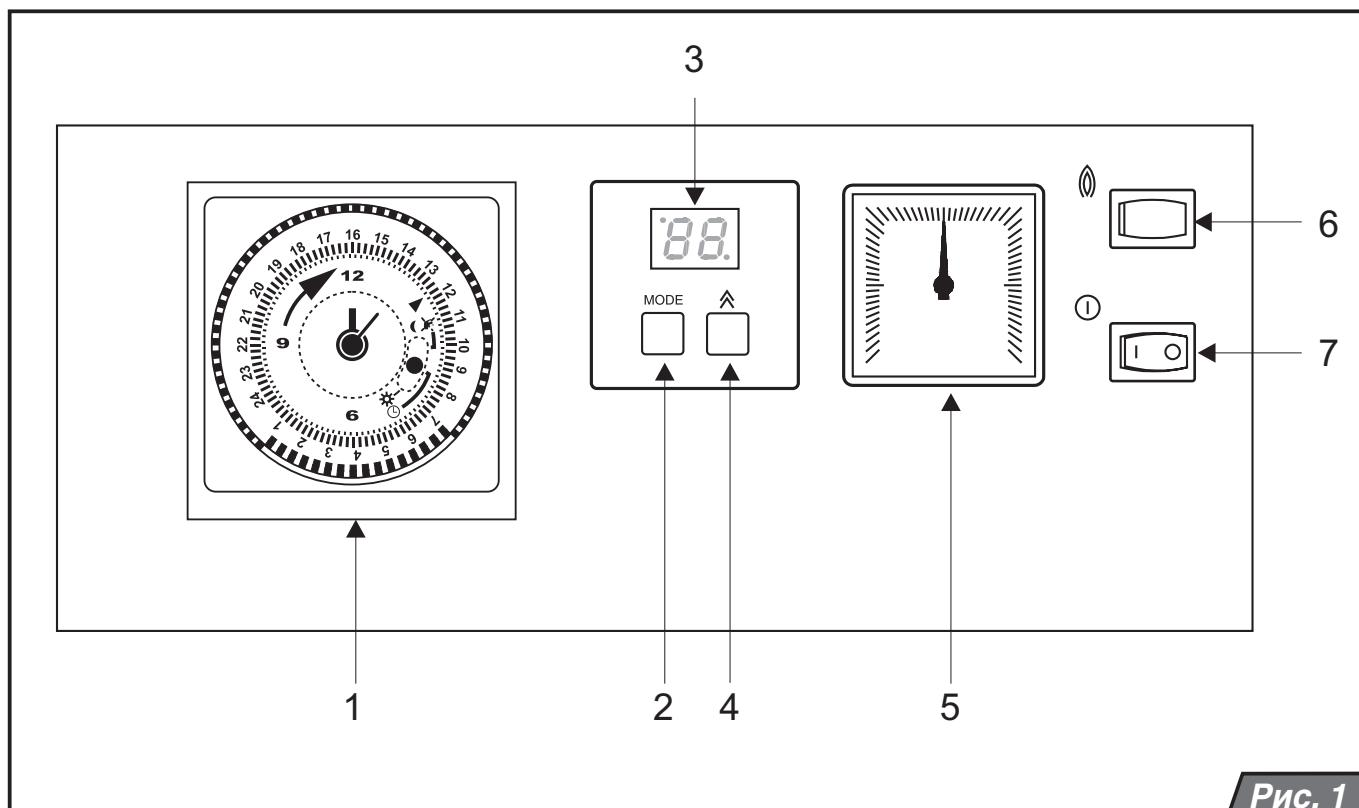

Рис. 1
Главный выключатель (рис.1, поз.7) предназначен для включения и выключения котла. Он располагается в правой части панели управления.
### Описание элементов управления (рис. 1):
Давление в системе отопления постоянно отображается на манометре котла (рис.1, поз.5).
| F1  | Потеря пламени                              | Данная ошибка означает необратимое блокирование автоматики розжига и прекращение подачи газа через газовый клапан, т.е. ПОТЕРЮ ПЛАМЕНИ. Подобная блокировка может возникать в тех случаях, когда, находясь в режиме открытого газового клапана, автоматика зажигания не получает обратный сигнал о наличии пламени от ионизационного электрода. Котел отключится, и на дисплее высветится ошибка F1. Данная неисправность может быть вызвана также срабатыванием элементов безопасности – аварийного термостата или термостата продуктов сгорания. Низкое давление газа на входе, неправильное электрическое подключение (перепутаны местами фаза и ноль) также могут быть причиной потери пламени. Для снятия сбоя нажмите кнопку RESET (рис.1, поз.6). Если сбой не удается устранить с помощью кнопки RESET, обратитесь в сервисную организацию. |
4. давление в системе отопления находится в допустимых пределах 1 – 2 бара. Установите главный выключатель (рис. 1, поз. 7) в положение ВКЛЮЧЕНО (I). Котел включится и начнет работать в режиме нагрева воды в бойлере (если бойлер подключен к котлу). После нагрева воды в бойлере котел переключится на режим отопления (при условии, что режим отопления активен). В случае защитного
отключения котла на дисплее панели управления появится сообщение о неисправности (см. „Сообщения об ошибках“, стр.8). С помощью кнопки RESET (рис. 1, поз. 6) разблокируйте котел. Если, после включения, защитное отключение повторится, или невозможно будет произвести разблокировку котла, обратитесь в сервисную организацию.
При кратковременном отключении котла установите главный выключатель (рис. 1, поз. 7) в положение ВЫКЛЮЧЕНО (O). При выключении котла на длительный период необходимо отключить его от электрической сети и перекрыть подачу газа в котел. Если в зимний период котел не используется, то систему отопления необходимо опорожнить. Однако необходимо избегать частых сливов и подпиток системы отопления во избежание образования накипи и отложений внутри котла.